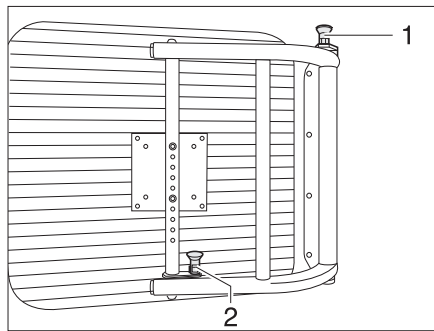

Fig. 7 Soporte con brazo giratorio
- Girar la pantalla plana de regreso a la posición inicial hasta que los dos botones de desbloqueo (Fig. 7,1 y 2) engatillen.